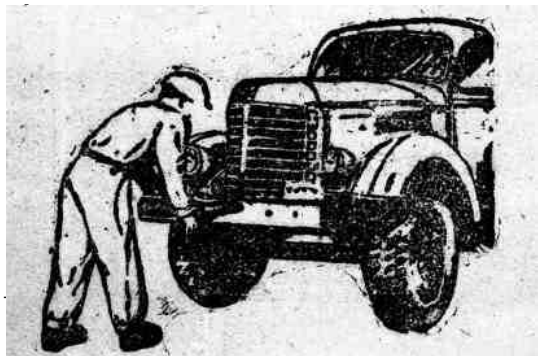

图8 使用手搖柄起动机
3. 操作时面对散热器，距离半步，身体稍向后轉，左脚向左跨出半步，以右手搖轉，左手根据情况輔助（如图8）；